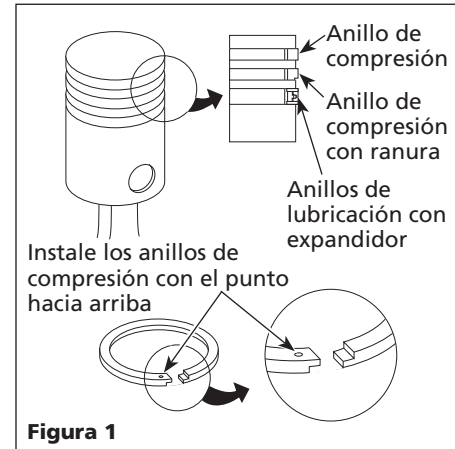

Figura 1
- Colóquele los anillos de los pistones nuevos tal como se muestra en la Figura 1. **NOTA:** Los extremos de los expandidores de anillos se deben unir, **NO** los monte uno sobre otro.